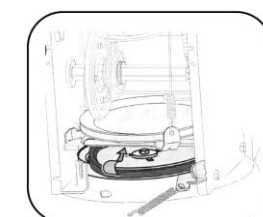

Figure 23
4. Enfilez la courroie d'entraînement de la courroie et entre la roue de friction et le disque de la roue de friction. Reportez-vous à la Figure 23.